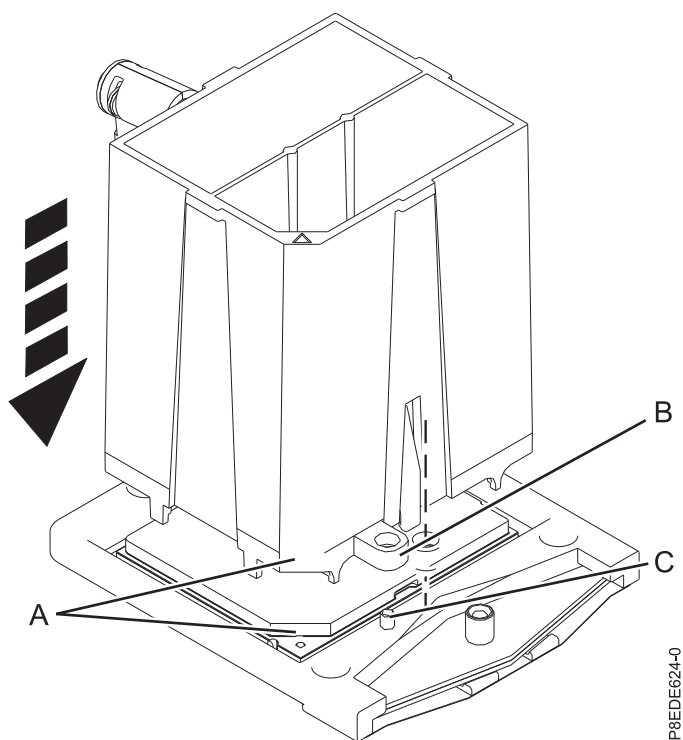

図 8. 取り外しツールをシステム・プロセッサ・モジュールの上に下ろす
10. 提供されている取り外しツールをシステム・プロセッサ・モジュールの上に下ろします。ツールの斜めになっている角 (A) を、システム・プロセッサ・モジュールの斜めになっている角と位置合わせします。ツールのタブ (B) を、プロセッサ・ソケットのピン (C) と位置合わせします。10 ページの図 8 を参照してください。